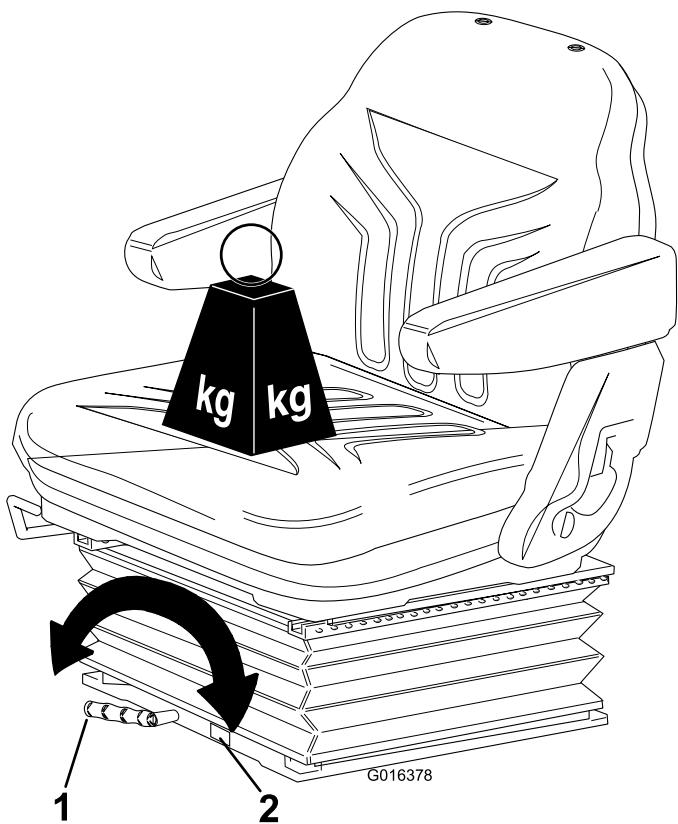

Figura 12
- **Ajuste do peso do operador:** Rode o manípulo no sentido dos ponteiros do relógio para aumentar a rigidez da suspensão e no sentido contrário ao dos ponteiros do relógio para diminuir. O mostrador indica quando é definido o ajuste ótimo da suspensão, de acordo com o peso do operador (kg); consulte Figura 12.